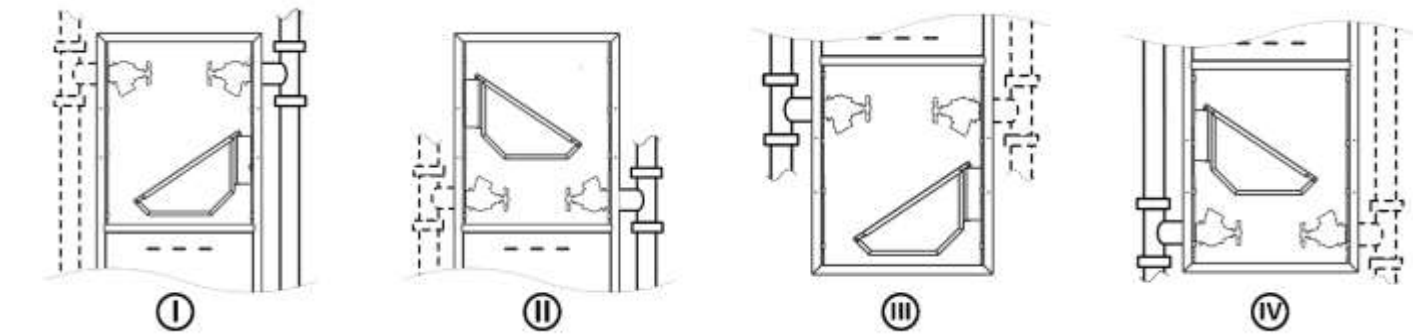

Рис. 4. Рукавная кассета Исп.2 - варианты установки
- Переставьте кронштейн корзины в соответствующее положение (рис.4) с учетом стороны открывания двери;